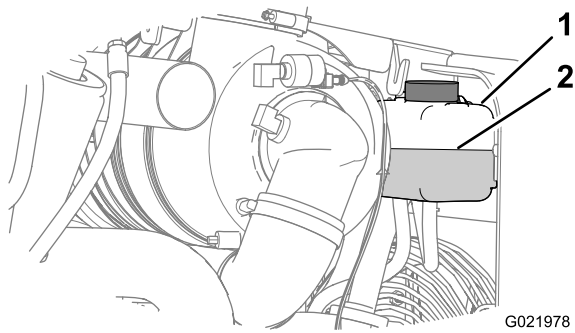

Figura 75
4. Controllate il livello del refrigerante nel serbatoio (Figura 75).
Nota: Accertatevi che il livello del refrigerante sia compreso tra le tacche Add (aggiungi) e Full (pieno) sul serbatoio (Figura 75).